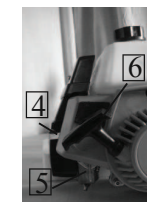

рис. 6
а) Переведите выключатель зажигания 1 (рис. 6) в положение “СТАРТ”;
б) 5-7 раз нажмите на кнопку насоса ручной подкачки топлива 5 (рис. 6). Если топливо не заполнило колпачок, надавите на кнопку насоса ещё несколько раз;
в) Переведите рычаг воздушной заслонки 4 (рис. 6) вверх в положение “Полностью закрыта”;
г) Несколько раз (обычно 2-3) сначала плавно (выбирая свободный ход шнура стартера), а затем энергично потяните шнур стартера за рукоятку 6 (рис. 6) до тех пор, пока не убедитесь, что двигатель запустился;
е) Переведите рычаг воздушной заслонки 4 (рис. 6) вниз в положение “Полностью открыта”.
7.1.3 Запуск “горячего двигателя”. При запуске прогретого двигателя нет необходимости полностью закрывать воздушную заслонку. Перед запуском прогретого двигателя установите рычаг воздушной заслонки 4 (рис. 6) в положение “Частично закрыта” - среднее положение между “Полностью закрыта” и “Полностью открыта”. Далее запускайте двигатель как указано в п. 7.1.2 (г-е).
7.2.1 Отпустите рычаг управления дроссельной заслонкой 3 (рис. 6).
7.2.2 Переведите выключатель зажигания 1 (рис. 6) в положение “СТОП”